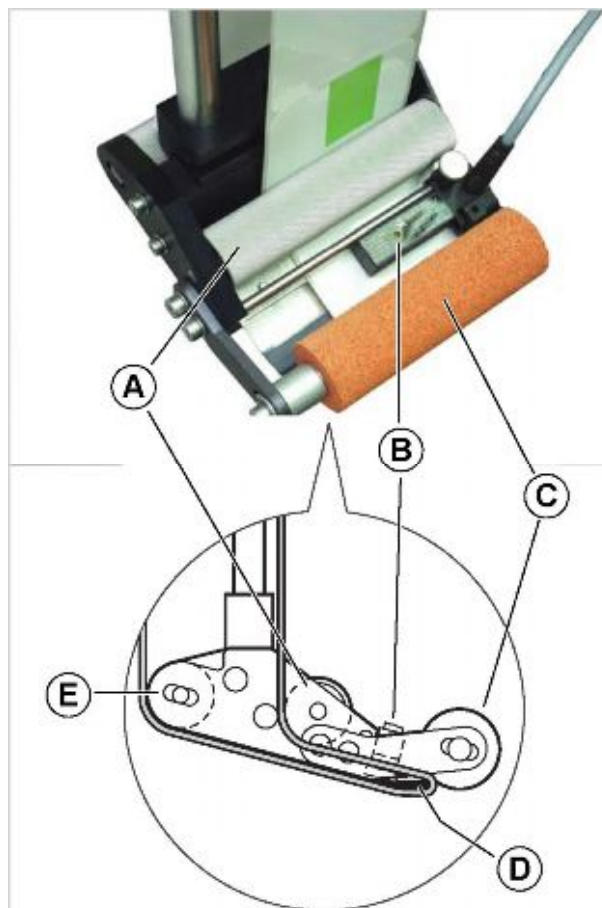

Рис. 13. Заправка ленты в неподвижное и поворотное лезвие диспенсера:
Неподвижное (Рис. 13) и поворотное лезвие диспенсера L-типа:
1. Проденьте очищенную ленту подложки через первый направляющий валик (Рис. 13А), а затем через прорезь в датчике (Рис. 13В).
2. Далее протяните ленту под прижимной валик (Рис. 13С) к лезвию диспенсера (Рис. 13D).
3. Протяните ленту вокруг лезвия диспенсера ко второму направляющему валику (Рис. 13Е).